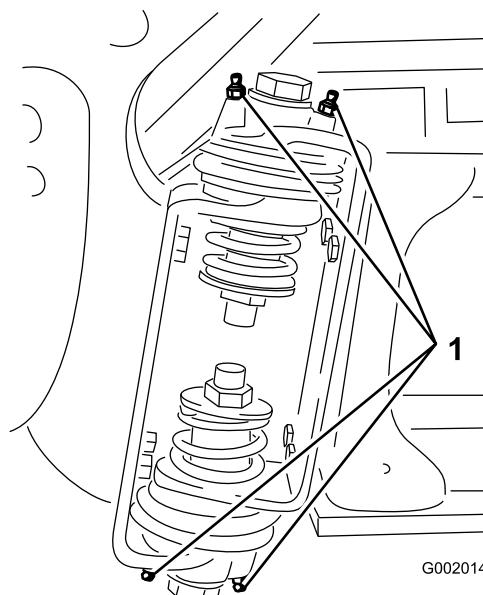

Figura 42
2. Pompatate del grasso nel raccordo di ogni cuscinetto o boccola Figura 42.